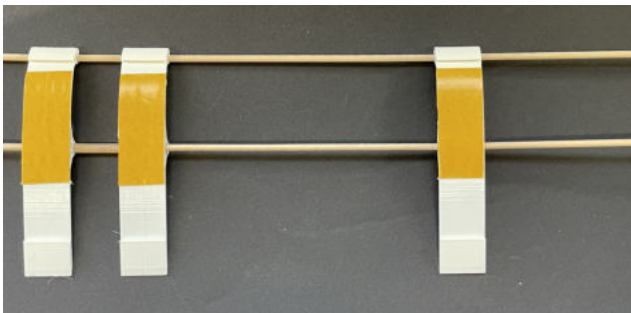

Abb. 31: Schritt 4 beim Tragflächengerippe.
- (6) Stecke die mittleren Tragflächenrippen auf die Hölzer.
- (7) Trage auf die Enden von vier weiteren Schaschlikhölzern Flüssigkleber auf.
- (8) Stecke die Hölzer in die mittleren Tragflächenrippen.
- (9) Stecke die äußeren Tragflächenrippen auf die Hölzer (Abbildung 31).